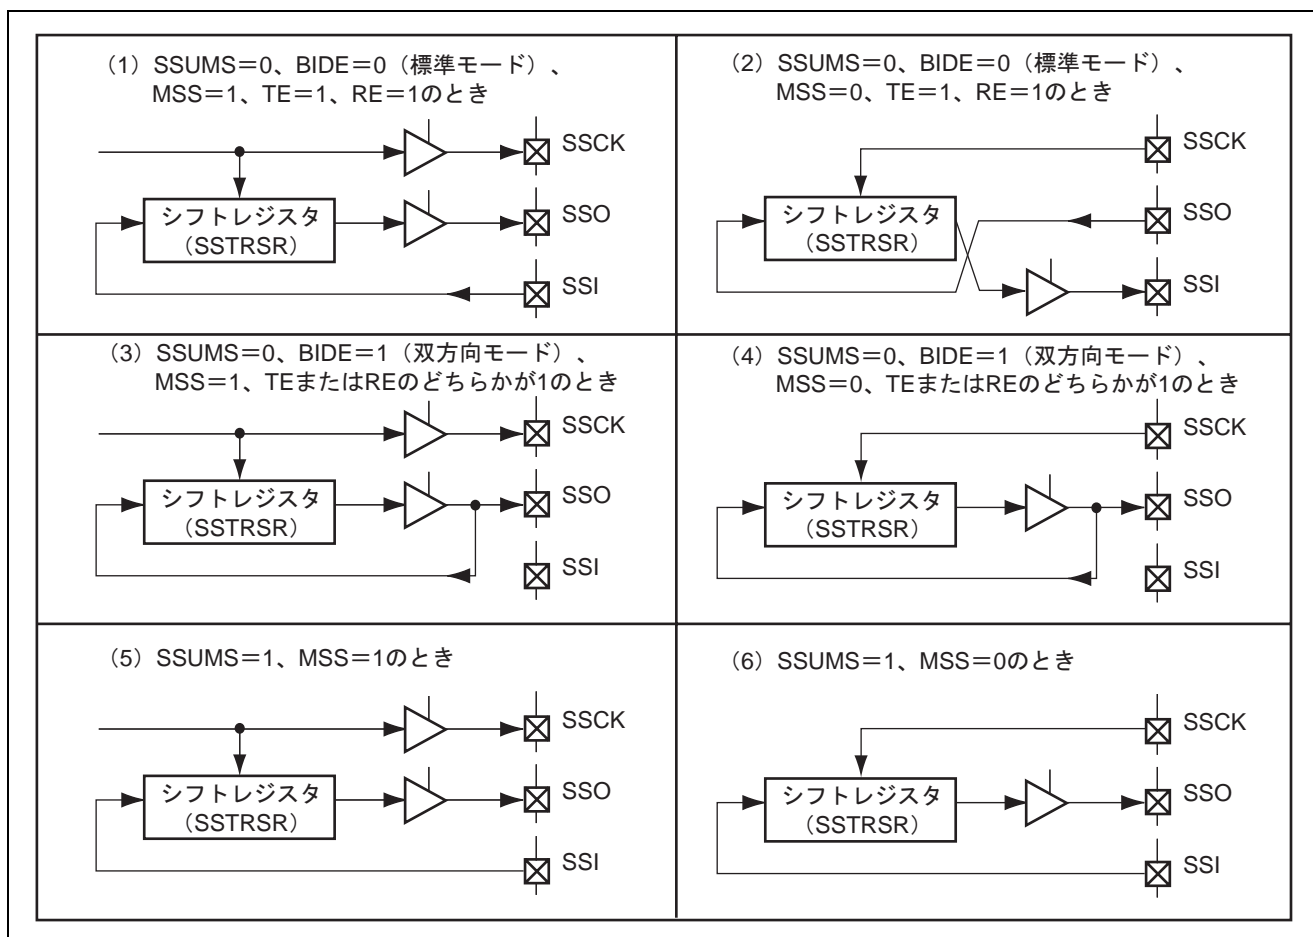

図 22.3 データ入出力端子とシフトレジスタの関係
SSCRH の MSS、BIDE と、SSCRL の SSUMS の組み合わせにより、データ入出力端子と SS シフトレジスタ (SSTRSR) の接続関係が変わります。これらの接続関係を図 22.3 に示します。
SSU は、BIDE=0、MSS=1 (標準、マスタモード) で動作しているとき、SSO 端子からシリアルデータを送信し、SSI 端子からシリアルデータを受信します (図 22.3 (1))。また、BIDE=0、MSS=0 (標準、スレーブモード) で動作しているとき、SSI 端子からシリアルデータを送信し、SSO 端子からシリアルデータを受信します (図 22.3 (2))。
BIDE=1 (双方向モード) では、マスタモード、スレーブモードにかかわらず、SSO 端子からシリアルデータの送信または受信を行います (図 22.3 (3)、図 22.3 (4))。
SSUMS=1 で動作しているとき、SSO 端子からシリアルデータを送信し、SSI 端子からシリアルデータを受信します。MSS=1 のときは SSCK 端子から内部クロックを出力し、MSS=0 のときは SSCK 端子は入力端子となります (図 22.3 (5)、図 22.3 (6))。